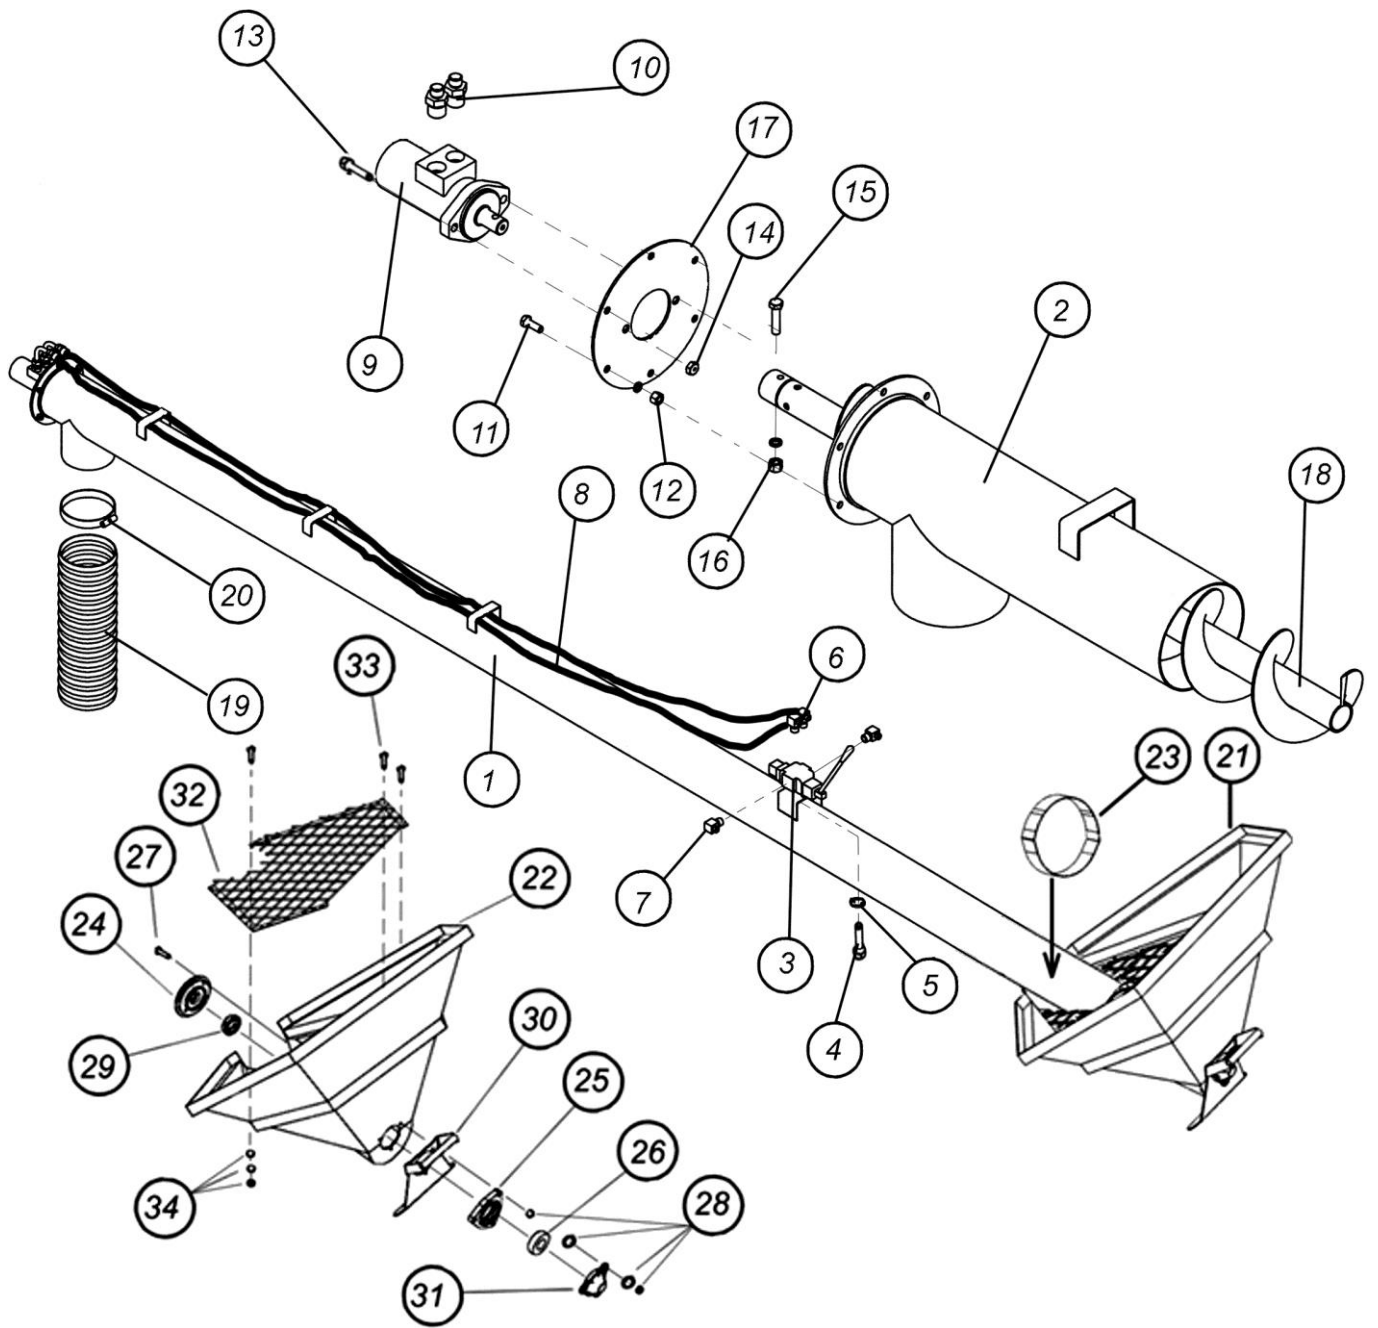

Рис.7.2.16.1. Шнек $\varnothing 180$ с прямым приводом.
7.2.16.2. Манипулятор шнека (рис. 7.2.16.2)